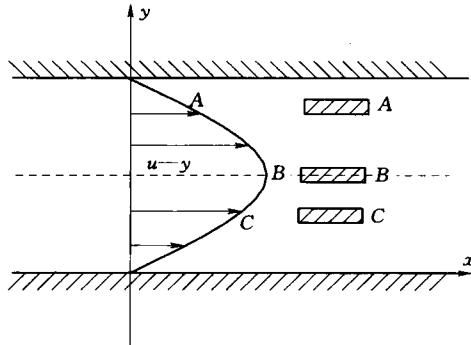

图 1-4
1. 液体在两块平行板间活动，流速分布如图 1-4 所示，从中取出 A、B、C 三块自由水体，试分析：